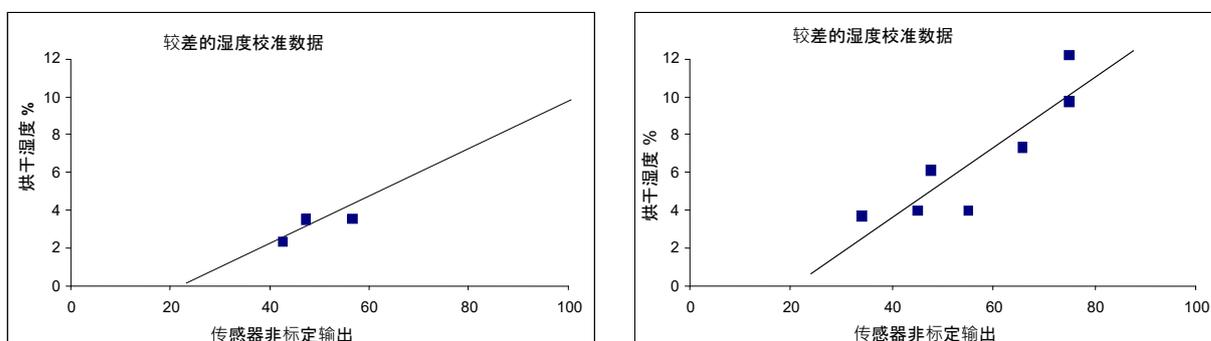

图 18: 较差的物料校准点的示例
- 获取的样本的含水量基本相同（图 18，左侧）。需要适当的范围。
- 读数太过分散，如校准图表 图 18（右侧）所示。这通常意味着获取样本进行电炉烘干的方法不可靠或不一致，或者传感器放置不当，没有足够的物物流经传感器。